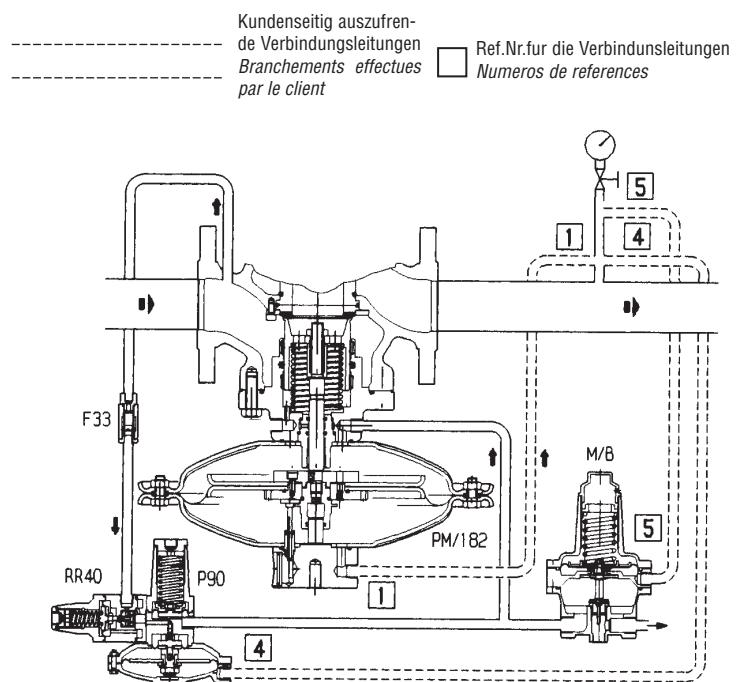

Fig. 15
Diese Sicherheitsvorrichtung (Abb. 15) ist direkt am Stellgliedgehäuse des Betriebsregelgerätes befestigt. Dadurch benutzen die beiden Regeleinheiten zwar das gleiche Gehäuse, doch:
*Ce dispositif de secours (fig. 15) est fixé directement au corps du détendeur de service. De cette façon, les deux détendeurs de pression utilisent le même corps vanne, mais:*